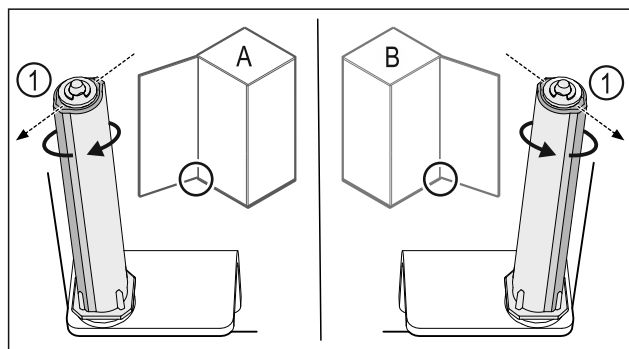

Fig. 43 Levý doraz (A) / pravý doraz (B)
- ▶ Otáčejte uzavíracím systémem proti odporu, dokud nebude lamela uzavíracího systému Fig. 43 (1) ukazovat směrem ven.